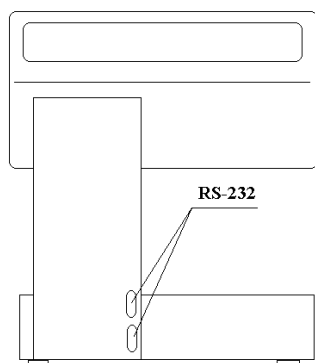

Рис.1
1.1. Основное назначение интерфейса RS-232 - обеспечение связи между весами и ЭВМ для передачи данных. При этом возможно подключение цепочки весов к одной ЭВМ. В весах имеется два интерфейсных разъёма RS-232 - верхний и нижний (см. рис. 1). Подключение весов к ЭВМ осуществляется через верхний разъём кабелем, схема которого приведена в Приложении 4 "Руководства по эксплуатации".